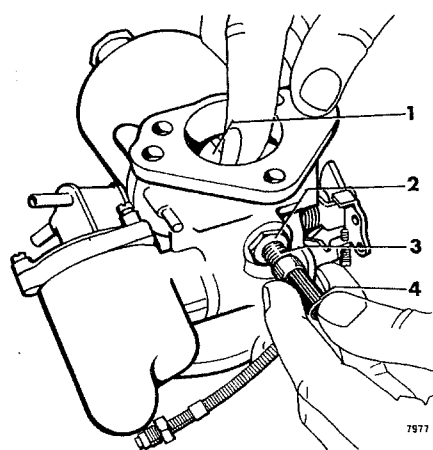

Fig 03-11. Centrering av munstycke
3. Sätt i munstyckshylsan och låsmuttern, se fig 03-11. Skjut in munstycket och centrera det, se under Centrering av munstycke. Montera fjädern, justermuttern och munstycket.
Då centreringen utförs bör förgasarna vara demonterade men länken för sänkning av munstycket monterat. Förgasaren läggs på en bänk enligt fig 03-11 och vakuumkolven förs fram och åter med ett finger med ett lätt tryck. Genom detta förfarande centreras munstycket i förhållande till det läge som vakuumkolven intar under drift. Då pressas kolven över mot gasspjället på grund av det undertryck som råder mellan kolven och spjället.